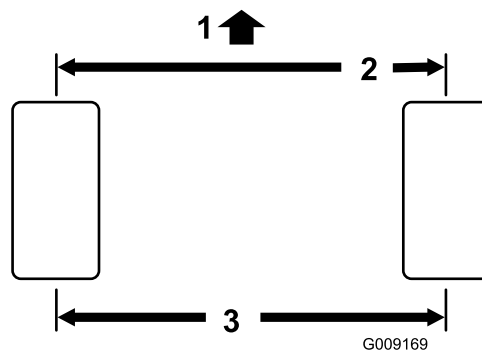

Figura 69
1. Mida la distancia entre centros (a la altura del eje) en la parte delantera y trasera de los neumáticos de dirección (Figura 69).